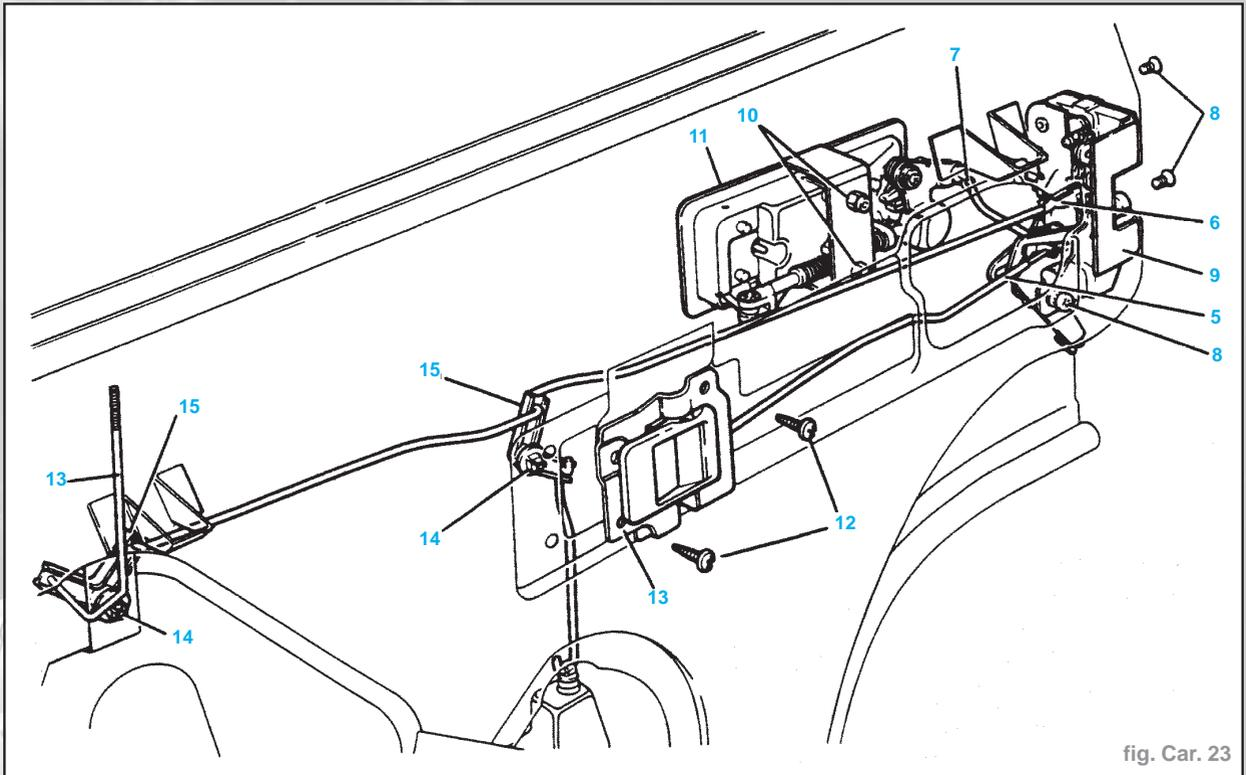

fig. Car. 23
- Débrancher la tige de commande de la poignée d'ouverture intérieure. Pour cela, la tirer hors de son emplacement dans la serrure de porte (5) (Fig. Car. 23).
- Pour débrancher la tige de commande de blocage de rebord de vitre de la serrure, dégager le collier métallique (6).